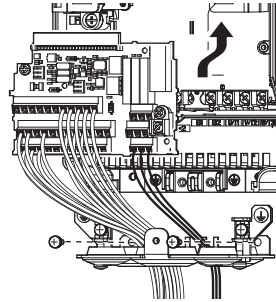

图 7.46 更换变频器（安装端子排）
1. 完成主回路的接线后，请按照图 7.46 将拆装式端子排切实插入插口，并用固定螺丝固定。